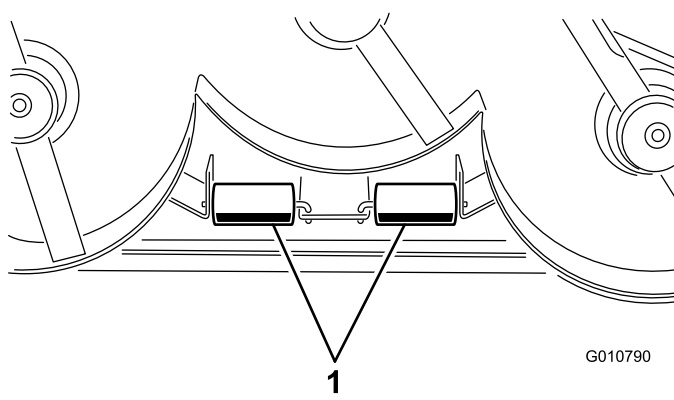

Figura 12
1. Retire las chavetas que sujetan los ejes de los rodillos a los soportes de la parte inferior de la carcasa (Figura 12).